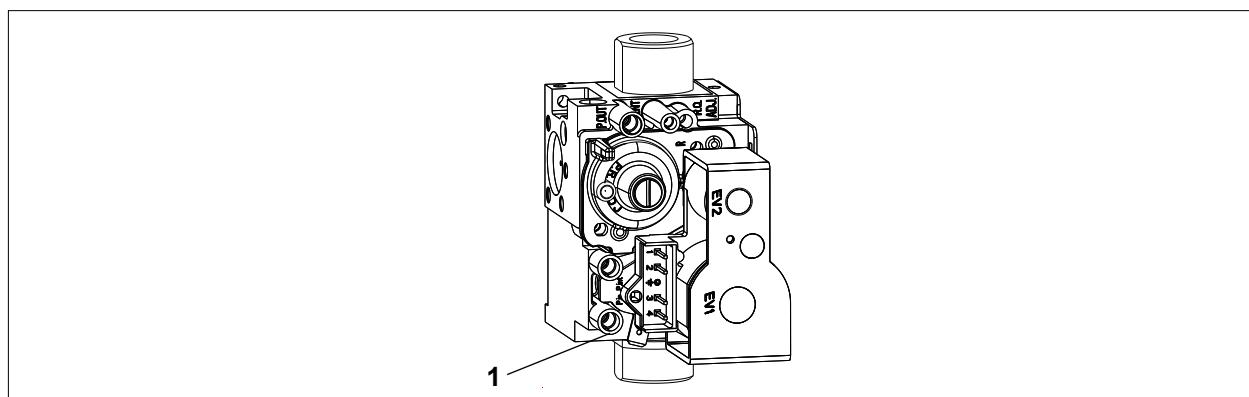

Abb. 6.4 Messnippel Gasdruck
- Verschlusschraube am Messnippel (1) (Abb. 6.4) lockern und Gaszuleitung entlüften.
- Differenzdruckmessgerät oder U-Rohr-Manometer am Messnippel (1) an „+“ anschließen. Mit „-“ gegen Atmosphäre.